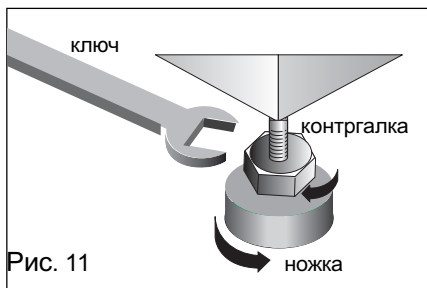

Рис. 11
- ❑ Защитить ножки при помощи контргаяк (рис. 11)